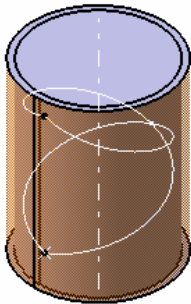

图 4-37 打开的模型文件(2)
1) 启动 CATIA V5 R20 后,单击工具栏上的打开按钮,打开选择文件对话框,选择“tulun.catpart”(随书光盘: \第 4 章\4.2\uncompleted\tulun.catpart),单击“OK”按钮,打开的模型文件(2)如图 4-37 所示。